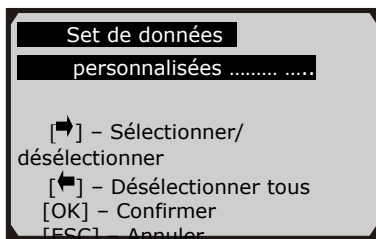

Figure 5.16
- 2) Respectez les instructions à l'écran. (Figure 5.16). Appuyez sur le bouton **OK** pour continuer ; appuyez sur la touche **ESC**, ou utiliser le bouton **GAUCHE/DROITE** pour sélectionner **NON**, puis appuyez sur le bouton **OK** pour revenir au menu **Enregistrer les données**.